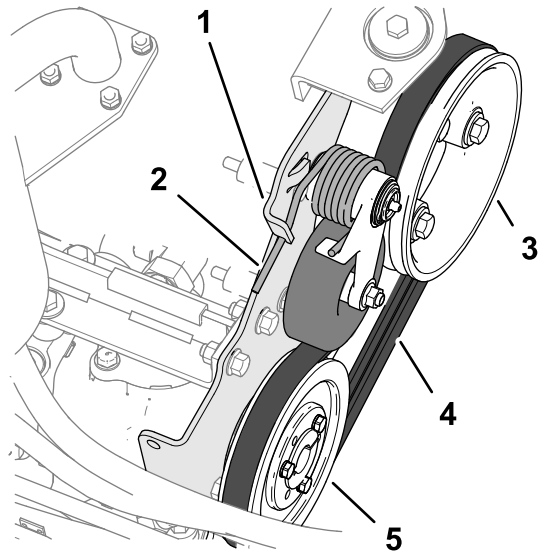

Figure 85
2. Appuyez sur l'extrémité du ressort de tension de la courroie pour la sortir du cran dans la patte du support de pompe, puis tirez l'extrémité du ressort vers l'avant (Figure 85).